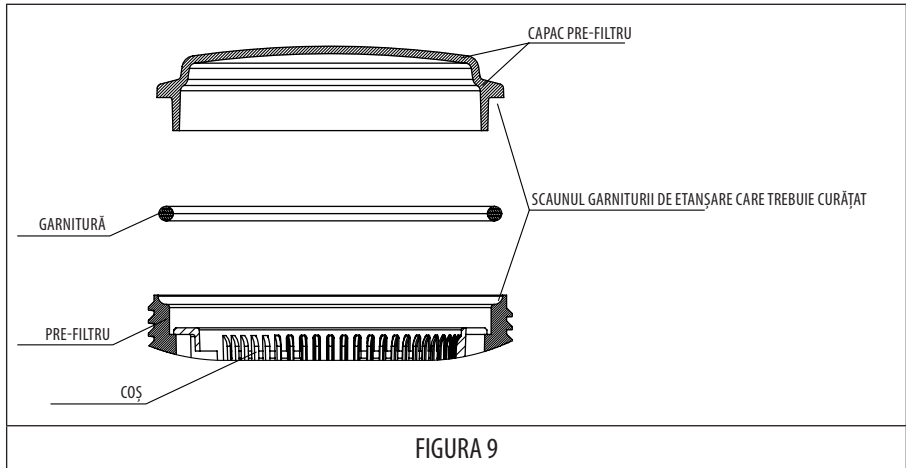

FIGURA 9
- De fiecare dată când se deschide elementul de prefiltrare, curățați scaunul garniturii și garnitura însăși de impurități pentru a asigura etanșarea atunci când este închis capacul (FIGURA 9).